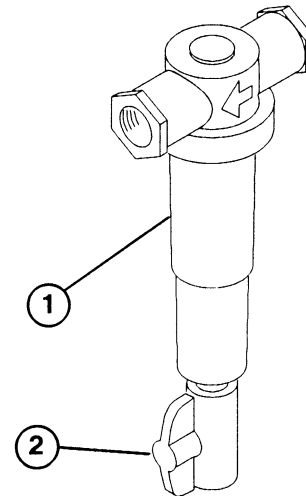

Fig. 11
7. Hvis ønsket kan ventilen på forfilteret (fig. 11) åpnes litt for å gi kontinuerlig spyling under bruk av maskinen.